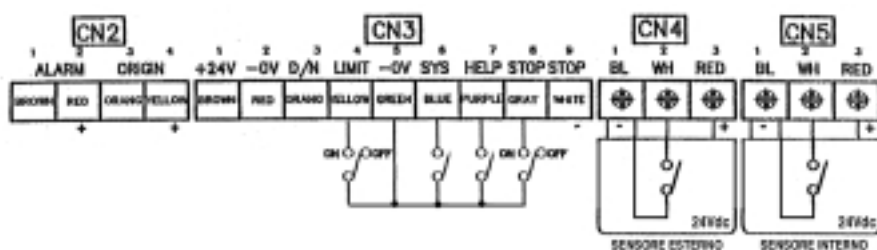

Fig6
6. Die anderen Anschlüsse gemäß Abb. 6 sowie den Handbuchanleitungen des Programmiergeräts JVOP-100 herstellen.